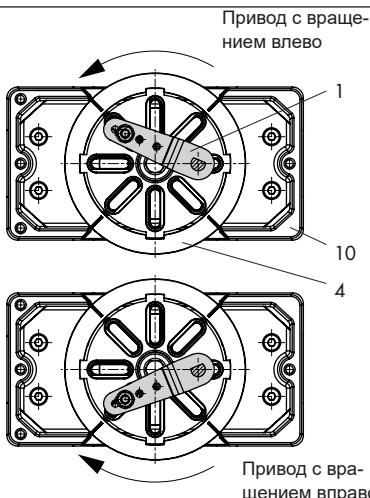

Рис. 22: Направление вращения
- Установить зажим следящего механизма (3) на шлицевой вал привода либо на адаптер (5).
- Установите кулачковую муфту (4) плоской стороной к приводу на зажим следящего механизма (3). При этом выровняйте шлиц таким образом, чтобы он совпадал с направлением вращения при закрытом положении клапана по Рис. 22.
- Плотно зафиксируйте кулачковую муфту (4) и зажим следящего механизма (3) с помощью болта (4.1) и дисковой пружины (4.2) на вале привода.
- Оба нижних кронштейна (10.1) в зависимости от размера привода закрепите на корпусе привода углом внутрь или наружу. Установите и зафиксируйте верхний кронштейн (10).
- Установите соединительную плату (6) или кронштейн манометра (7) с манометрами на позиционере, следите за пра-
- Отвинтите стандартный пальцевый штифт (2) на рычаге M (1). Привинтите металлический пальцевый штифт ($\varnothing 5$ мм) из монтажного комплекта в отверстие для положения штифта 90° .
- Установите позиционер на верхний кронштейн (10) и закрепите. При этом следуйте выровнять рычаг (1) таким образом, чтобы пальцевый штифт, с учетом направления вращения привода, входил в зацепление с шлицем кулачковой муфты (4) (Рис. 22). Рычаг (1) при половинном угле вращения поворотного привода в любом случае должен располагаться параллельно продольной стороне позиционера.
4. Установите соединительную муфту (4) на шлицевой вал привода либо установите адаптер (3) и зафиксируйте болтом (4.1) и дисковой пружиной (4.2).
5. Отвинтите стандартный пальцевый штифт (2) на рычаге M (1) позионера. Прикрепите пальцевый штифт ($\varnothing 5$ мм) из монтажного комплекта в положении 90° .
6. При необходимости установите кронштейн манометра (7) с манометрами или при необходимой соединительной резьбе G $\frac{1}{4}$ установите соединительную плату (6), соблюдая правильное положение обоих уплотнительных колец (6.1). В случае бесспружинных поворотных приводов двойного действия для монтажа на приводе необходим реверсивный усилитель (см. раздел 5.9).
8. Прочно вмонтируйте позионер на кронштейн (10). Учитывая направление вращения привода установите рычаг (1) т.о. чтобы пальцевый штифт попадал в соответствующий шлиц (Рис. 22).